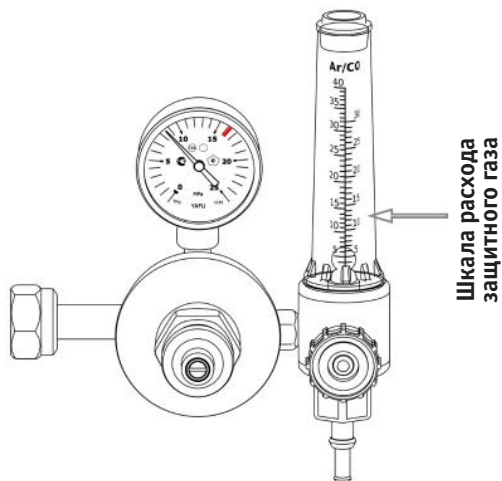

Рис. 9.1.4. Расход защитного газа.
6. С помощью регулятора (см. рис. 9.1.4) установите необходимый расход защитного газа (от 4 до 25 л/мин в зависимости от выполняемых задач или см. таблицу 10.10.3).